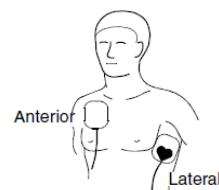

図 2: 患者への電極の取付け
- 除細動電極を図 2 のとおり患者に取り付ける。
- (5) 除細動が必要ないと判断した場合には、通電ボタンが点滅し始めてから 15 秒以内に「充電中断」が割り当てられたソフトキーを押し、通電を中止することが可能である。
- (1) 本品は電源を入れた際、常に半自動モードで動作する。半自動モードで動作中にメニューボタンを押し、続いて「Yes」が割り当てられたソフトキーを押し、手動モードに動作を変更する。
- (2) 除細動電極を図 2のとおり患者に取り付ける。
- (3) 「解析」が割り当てられたソフトキーを押し、患者の心電図の解析を行う。解析の結果、除細動対象の場合には自動的に充電が開始される。
- (4) 充電が完了し通電ボタンが点滅し始めたら、通電ボタンを押し、除細動を行う。
- (3) 患者の心電図のモニタが開始される。除細動対象の心電図波形が検出された場合には、除細動電極を接続するよう指示が出される。
- (4) ECG ケーブルを本品から取り外し、除細動電極を接続する。
- (5) 除細動電極を図 2のとおり患者に取り付ける。その際、心電図電極から少なくとも 2.5cm 以上離して取り付ける。また、必要に応じて心電図電極を取り外す。
- (6) 本品の音声指示若しくはスクリーン指示又はその両方に従い操作する。